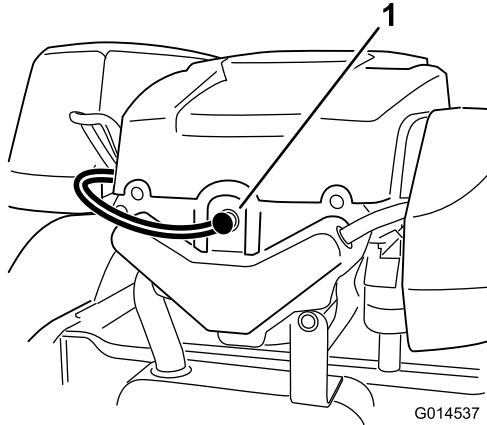

Bild 34
2. Ziehen Sie den Zündkerzenstecker ab (Bild 34). Reinigen Sie den Bereich um die Zündkerze, um zu
3. Drücken Sie den Stecker auf die Zündkerze (Bild 34).